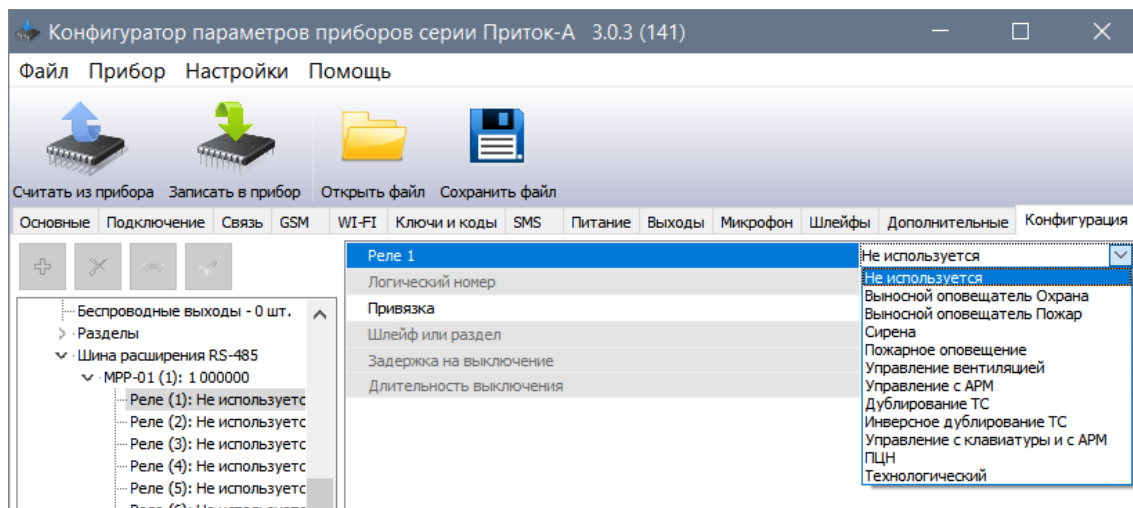

Рисунок 6
- Поле **«Реле x»** - тип объекта управления (см. рисунок 6 и таблицу 3).